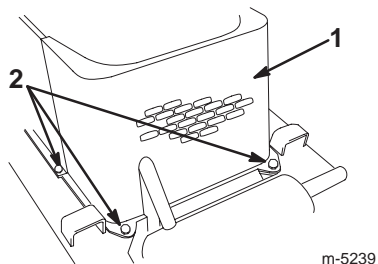

Figure 24
5. Enlevez les 4 boulons qui fixent le déflecteur avant au châssis et déposez le déflecteur (Fig. 24).